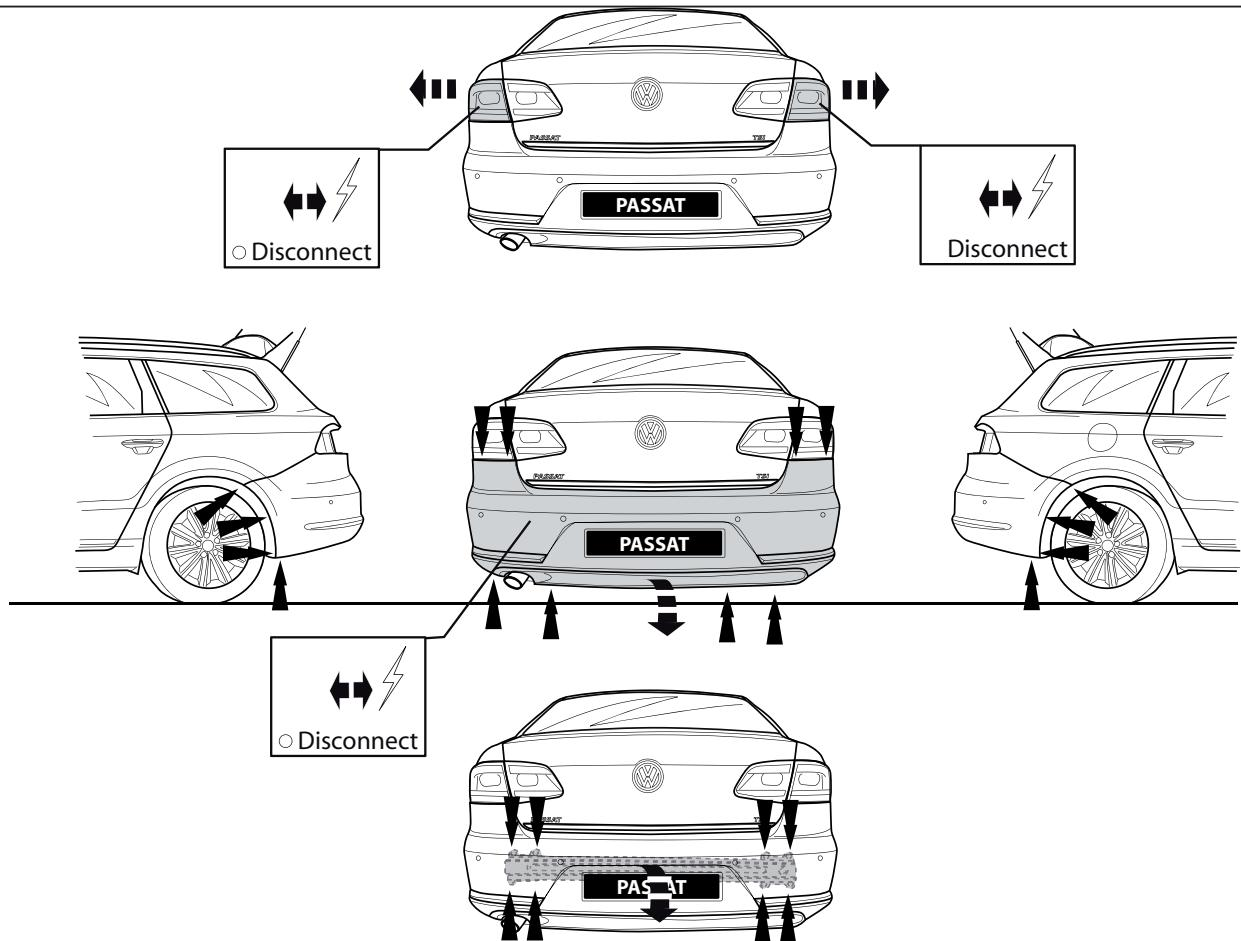

Fig. 1
2. Снять бампер вместе со стальным буферным бруском автомобиля буферный брус больше не понадобится. Поставить болты на место. См. рисунок 1.
10. Выпилить часть из бампера в середине снизу, как указано на рис. 1.